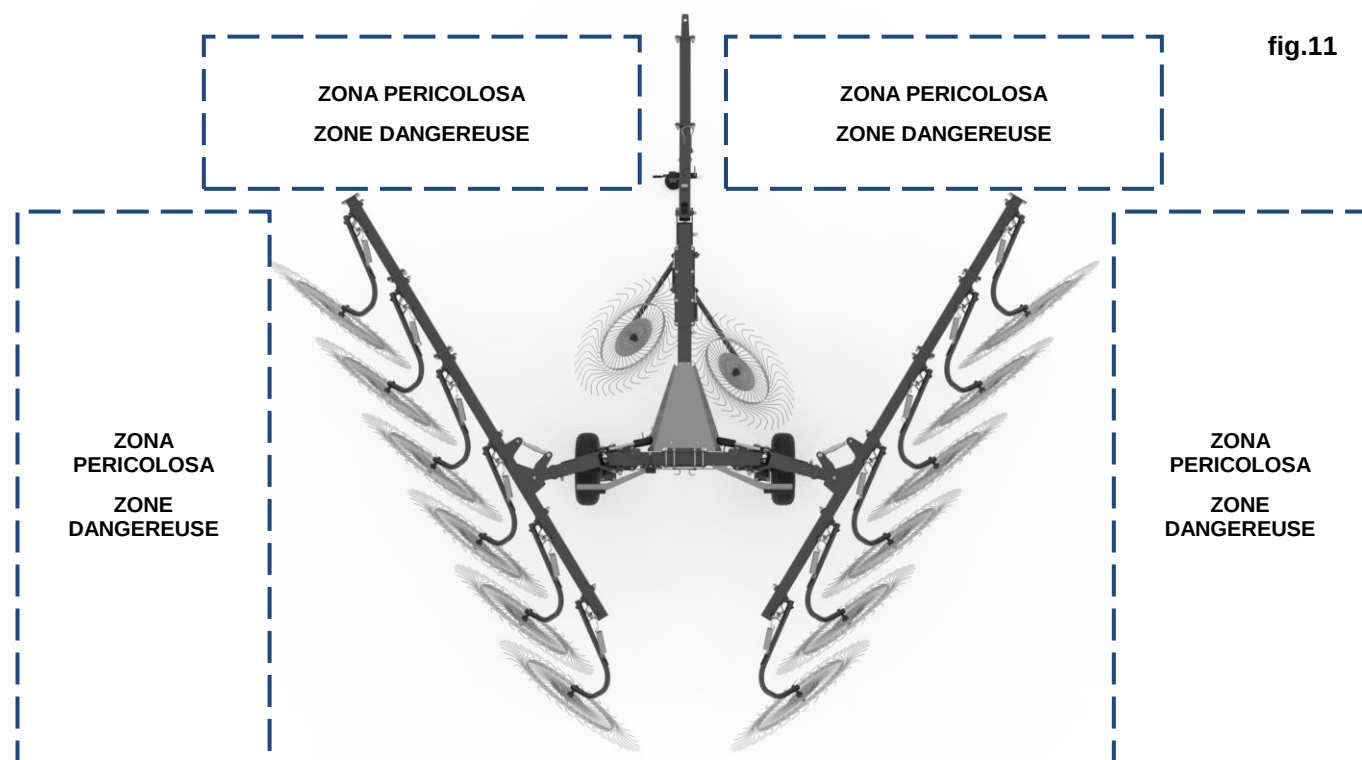

fig.11
- verificare che persone o animali non siano presenti nella zona tra il trattore ed il ranghiatore oppure in una delle **zone pericolose** dell'attrezzatura (mostrate in fig.11), in quanto non consapevoli di possibili pericoli.
- ensure that there are no people or animals in the area between the tractor and the hay rake or in any of the equipment **dangerous areas** (shown in the fig.11), as they may not be aware of possible danger.